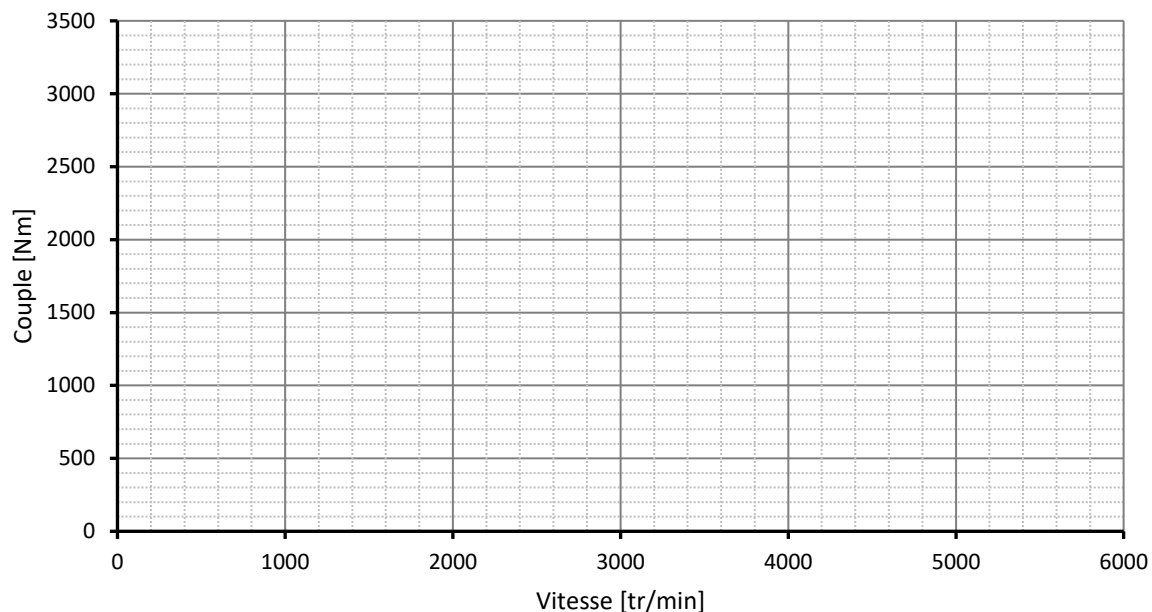

Figure 5 : courbe de couple maximal du moteur électrique
- 1.3 En prenant en considération une allure de courbe de couple standard de machine électrique (zone à couple constant jusqu'à la vitesse de base puis zone à puissance constante), tracez sur la Figure 5 l'allure de la courbe de couple maximal du moteur électrique en fonction de la vitesse de rotation.